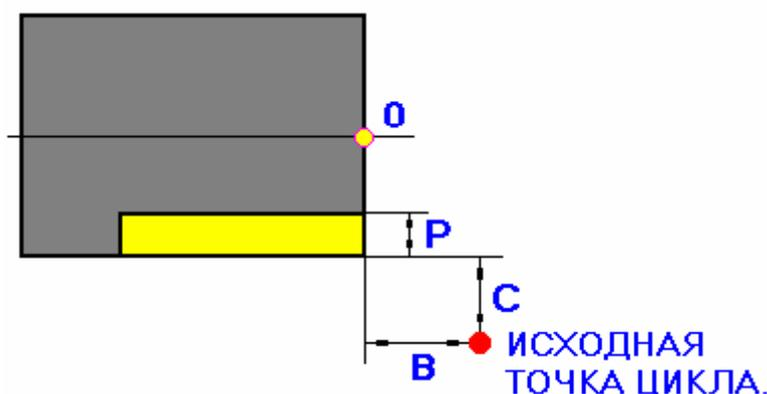

Рис. 5. Общие параметры шаблонов
Приведенные ниже параметры являются общими для всех шаблонов черновой и контурной обработки (см. рис. 5).
1. В режиме ускоренных перемещений по G00 суппорт выезжает в исходную точку цикла (см. рис. 5).
1. В режиме ускоренных перемещений по $G00$ суппорт выезжает в исходную точку цикла (см. рис. 5).